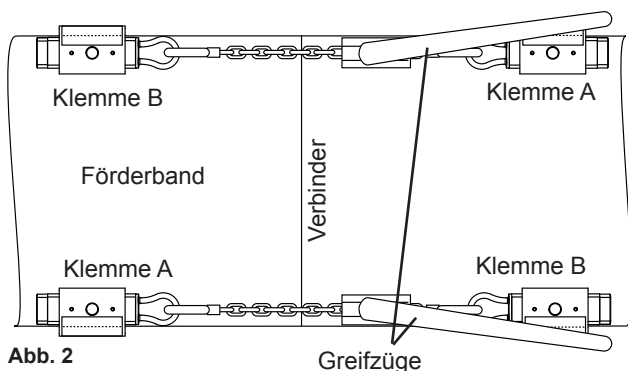

Abb. 2
- a. **Klemme-zu-Klemme (bevorzugte Methode):** Befestigen Sie die Greifzüge an der Ziehschlaufe der Klemmen über dem Verbinder (siehe Abb. 2).